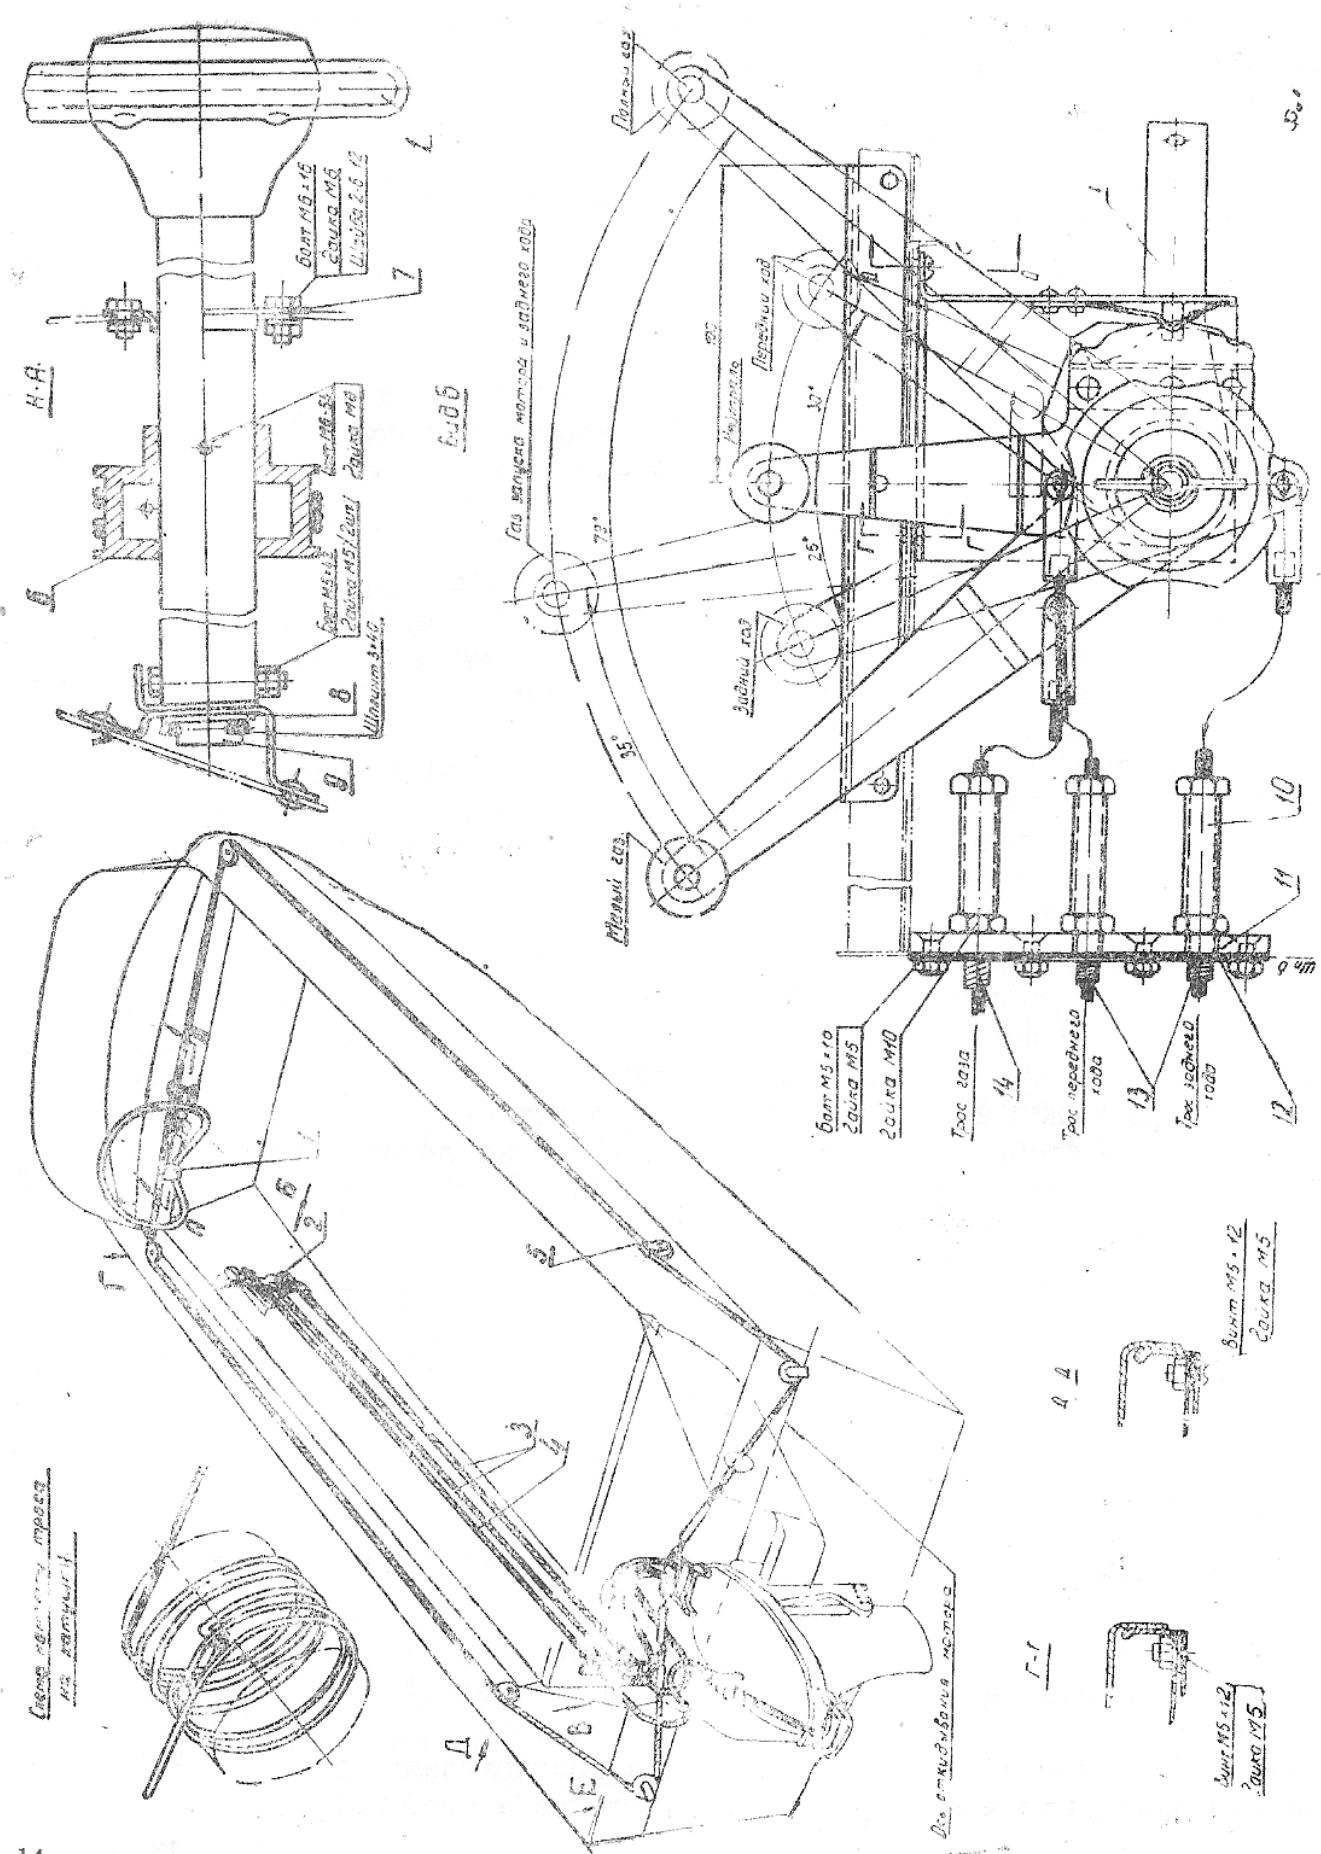

Рис. 7. Общий вид дистанционного управления.
- б) снять с рулевой колонки катушку (рис. 7);
- д) намотать на катушку по 2 оборота троса с каждой стороны согласно рис. 7 и пропустить концы троса под роликами, выведя их к мотору;
- а) закрепить сектор газа-реверса на левой полке 5-ю болтами (рис. 7, 8);